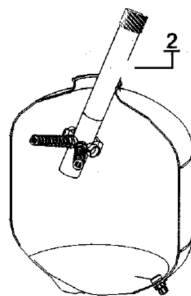

Fig. 12
1. Das Rohr samt Diffusorkörper diagonal in den *Filter* setzen siehe Fig. 12, dann die Kerzen auf dem Diffusorkörper anbringen.